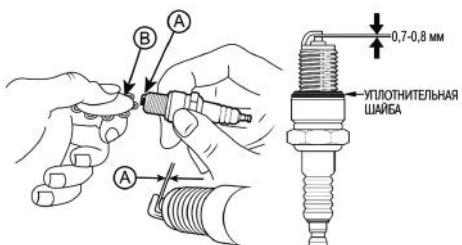

Рис. 23 Проверка зазора между электродами
- Измерьте зазор А между электродами свечи зажигания специальным щупом В. Зазор А должен быть 0,7-0,8 мм (Рис. 23). При увеличении или уменьшении требуемого зазора, рекомендуется заменить свечу, так как регулировка зазора может привести к изменению качества искрообразования.